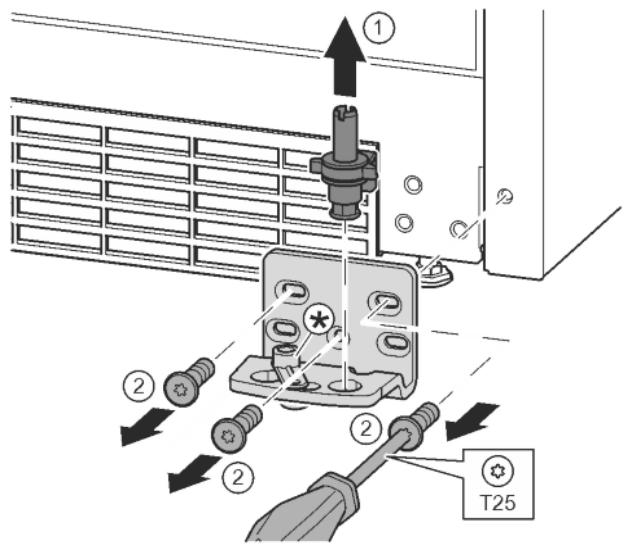

Fig. 14
- ▶ Izvucite podložak ležaja kompletno prema gore. Fig. 14 (1)
- ▶ Odvijačem T25 odvijte vijke i skinite podložak ležaja. Fig. 14 (2)